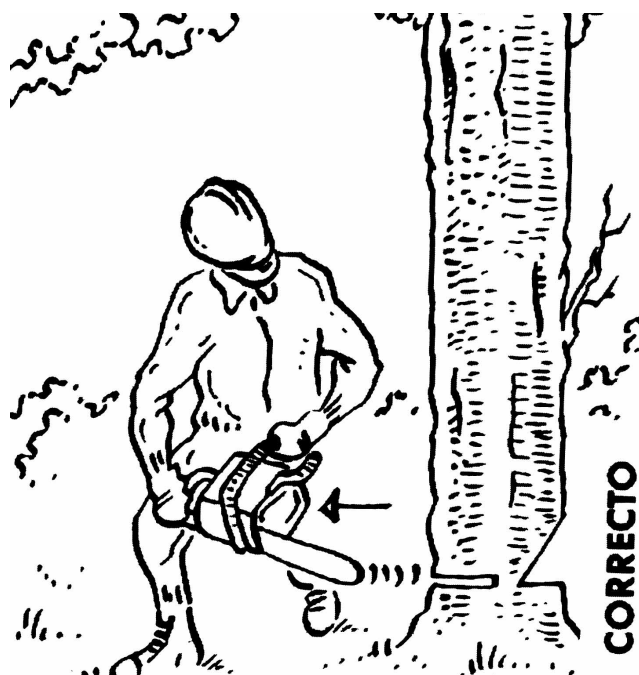

FIG. 082
- Cuando el árbolillo comienza a caer, no hay que apurar el corte de tumbado, porque ello desestabiliza el árbol en la caída. **FIG. 082**